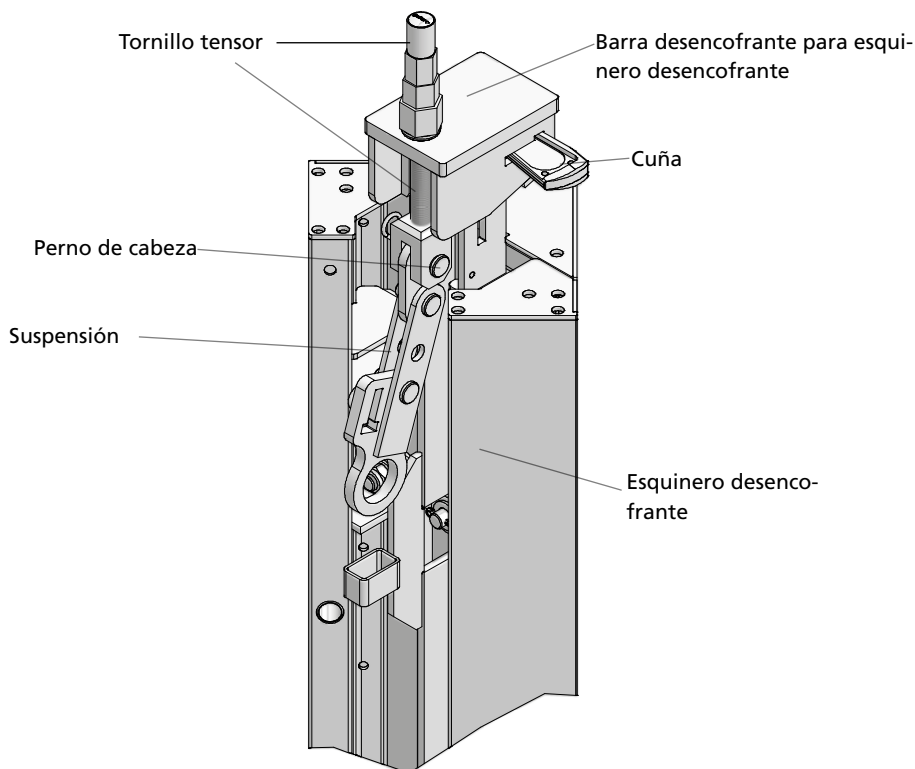

Fig. 33.2
1. El ajuste para desencofrado para esquineros desencofrantes se coloca sobre el acople en la parte superior del esquinero desencofrante. La suspensión del esquinero desencofrante deberá estar inclinada hacia abajo (Fig. 33.2).
2. La fijación al esquinero desencofrante se realiza mediante el tornillo tensor del perno de cabeza 16/40 y pasador 4 del ajuste para desencofrado (Fig. 33.2).
3. Para fijar el ajuste para desencofrado para esquineros desencofrantes se golpea con martillo cuña desde un lado del esquinero desencofrante (Fig. 33.2).